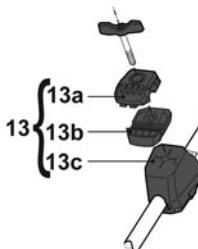

Рис. 1
- > Снимите крышку (13a) и пластины (13b) с нижней опоры (13c) (рис. 1).